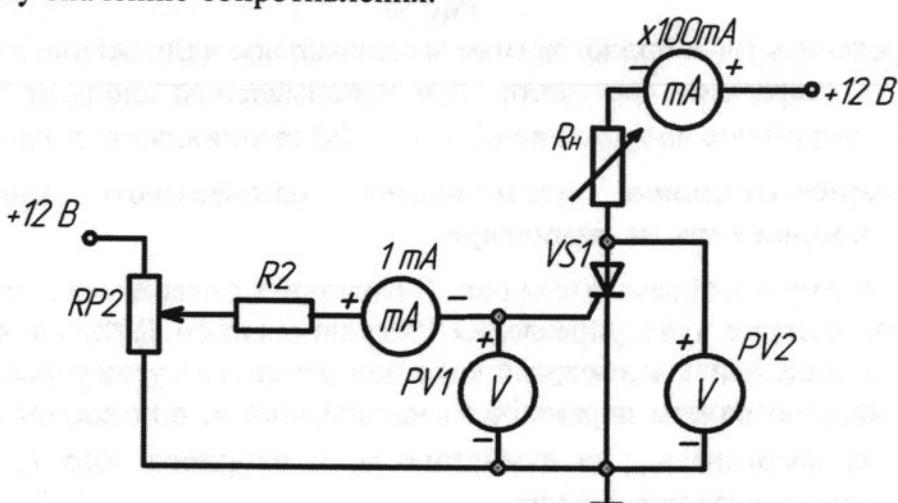

Рис. 1
- собрать схему для исследования тиристора на постоянном токе в соответствии с рис. 1. Регулятор R_H перевести в положение «0», соответствующее минимальному значению сопротивления.